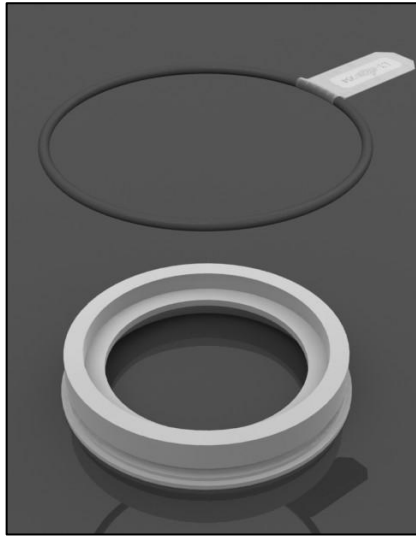
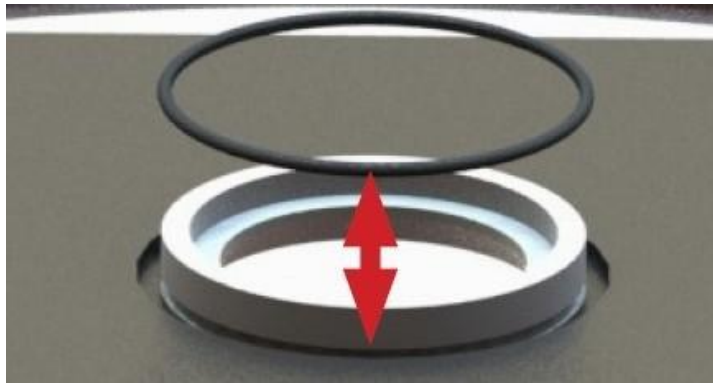

Abbildung 6. Verbindung Antrieb-Biocontainer und O-Ring
Abbildung 7. Montage der Verbindung in einem Antriebsanschluss
- Sicherstellen, dass eine Verbindung für Antrieb und Biocontainer (Abbildung 6) in der Anschlussöffnung für den Antrieb auf der Unterseite des Tanks montiert ist. Falls nicht, die Verbindung montieren, indem diese von der Unterseite eingeführt und mit dem mitgelieferten O-Ring gesichert wird. Sicherstellen, dass die Verbindung vollständig im Antriebsanschluss eingerastet und der O-Ring vollständig im entsprechenden O-Ring-Kanal seitlich an der Verbindung montiert ist (Abbildung 7).